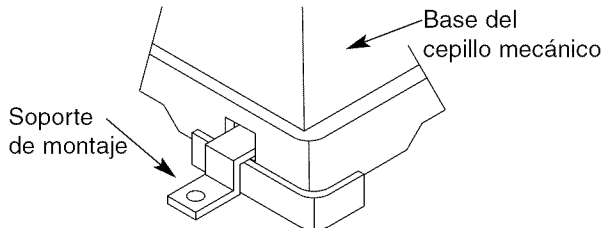

Figura 4 – Utilice Soportes de Montaje para Asegurar el Cepillo Mecánico
- El cepillo mecánico/cepilladora se puede instalar en un banco de trabajo mediante pernos, arandelas de seguridad y tuercas hexagonales (no incluidos) o mediante tornillos para madera (no incluidos). Vea la Figura 4.